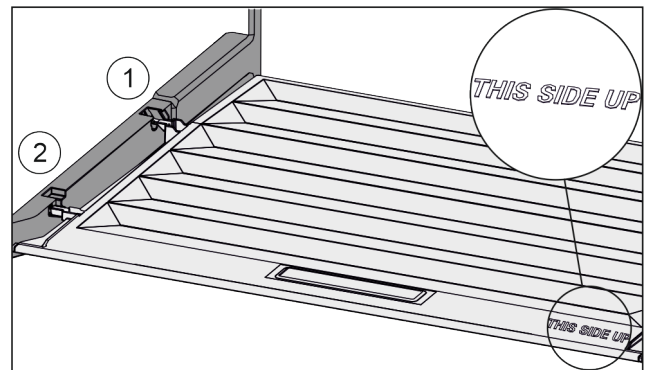

Fig. 125
- Deckelstege über Öffnung der hinteren Halterung Fig. 125 (1) einführen und vorne in Halterung Fig. 125 (2) einrasten.